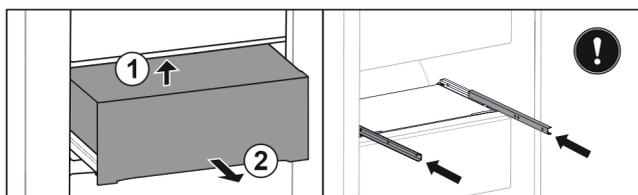

Fig. 159
- ▶ Levante el cajón por la parte trasera inferior. Fig. 159 (1)
- ▶ Extraiga el cajón hacia delante. Fig. 159 (2)